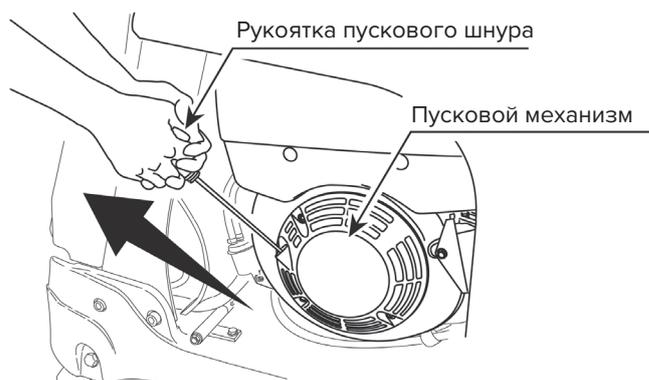

Рис. 19
- 4) Плавно потяните рукоятку пускового шнура стартера. Дерните рукоятку, когда почувствуете сопротивление. Рассчитывайте свои силы, чтобы не повредить пусковой механизм (рис. 19).